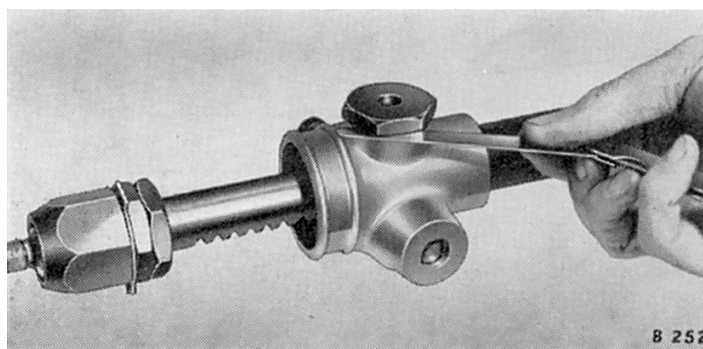
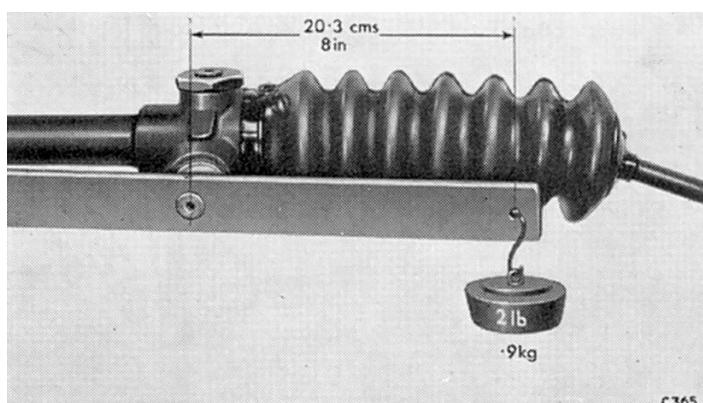

Fig. 18. Utilisation d'un calibre d'épaisseur pour déterminer l'épaisseur de cales à placer sous le chapeau
Fig. 19. Mesure de la force nécessaire pour tourner le pignon
5. Monter le plongeur (31) et le chapeau (27) au tube de crémaillère (25). Serrer le chapeau pour éliminer tout jeu en bout et, à l'aide de calibres d'épaisseur, mesurer l'écartement entre le chapeau et les faces du tube de crémaillère comme indiqué Fig. 18. Enlever le chapeau (27) et le plongeur (31).
7. Remplir de graisse l'ensemble et fixer le chapeau (27), le jeu de cales (29), le ressort (30) et le plongeur (31) au boîtier (25) et serrer le chapeau.
8. Si l'ensemble est correctement réglé, une force de 0,91 kg (2 lb.) est nécessaire pour tourner l'axe de pignon d'un rayon de 20,3 cm (7,9 ") (Fig. 19). Vérifier et régler, si nécessaire, en ajoutant ou en enlevant des cales sous le chapeau (27).